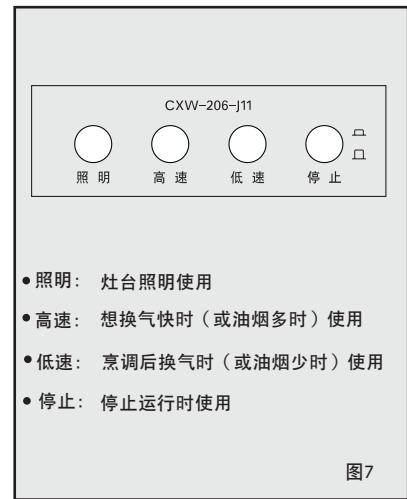

图7
- 4、按下“高速”开关，电机高速运转，按下“低速”开关，电机变为低速运转，可循环进行，按“停止”键一次，电机停止运转（如图7）。